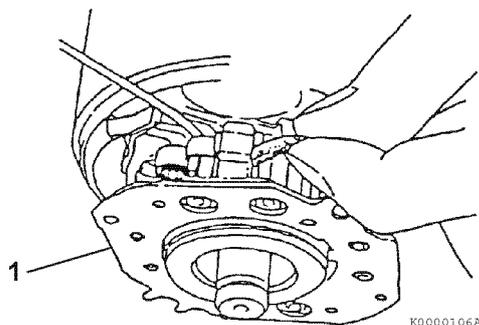

Figure 11-5
4. Tirez les ressorts des balais vers le haut à l'aide d'un extracteur de ressort de balai. Sur le côté négatif (-), placez le ressort du balai en contact avec le côté du balai pour le soulever de la surface du commutateur. Sur le côté positif (+), retirez le balai de l'ensemble porte-balais (1, **Figure 11-5**).